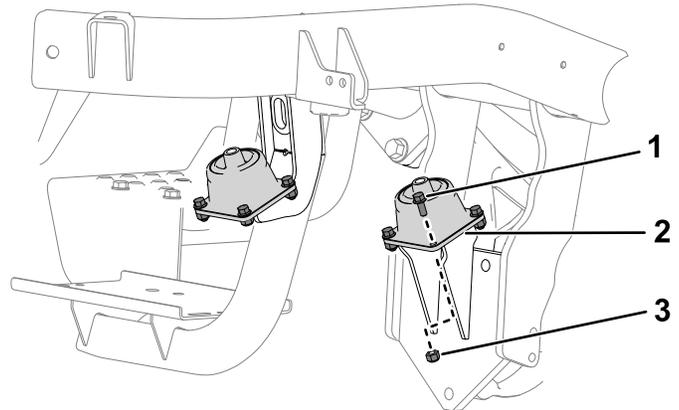

Figure 3
3. Retirez le boulon, l'écrou et le support existants du cadre (Figure 3).